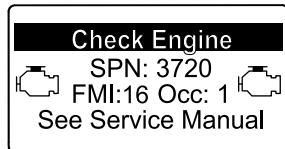

Figure 45
- Avertissement moteur SPN 3720, FMI 16 (Figure 45)